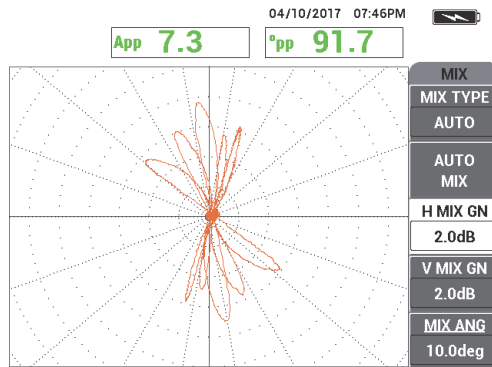

図 5-172 チューブスキャン結果
12. チューブの欠陥をスキャンします（252 ページの図 5-172 参照）。